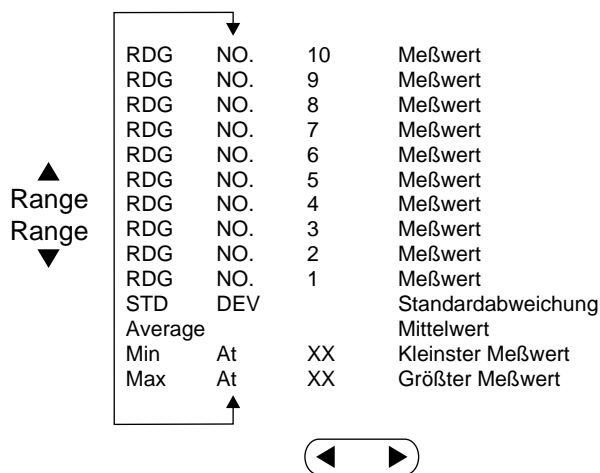

Abb. 3.9: Die Organisation der gespeicherten Meßwerte
2. Wie in Abbildung 3.9 gezeigt, können Sie mit den Cursortasten die Meßwertnummern, Meßwerte und statistischen Werte abrufen. Bei allen statistischen Werten (Maximum, Minimum, Mittelwert und Standardabweichung) leuchtet der STAT-Indikator auf.